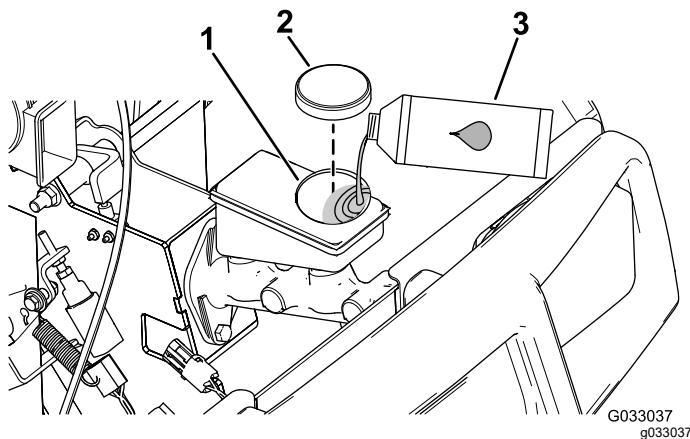

Figura 48
1. Levante el capó para acceder al cilindro del freno principal y al depósito (Figura 48).
- A. Limpie la zona alrededor del tapón del depósito y retire el tapón (Figura 48).
- C. Coloque el tapón del depósito (Figura 48).